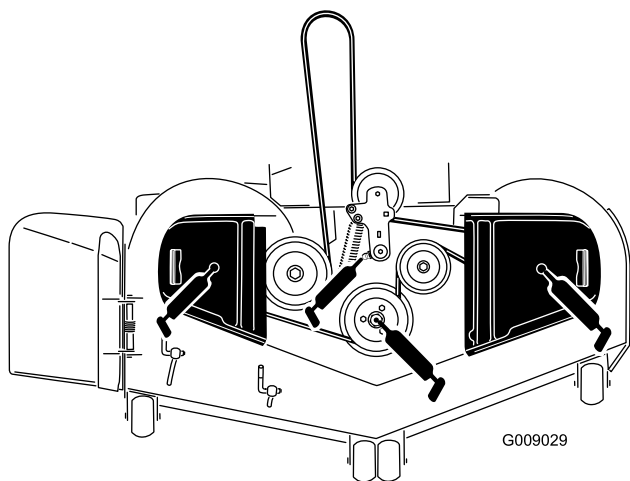

Figura 44
3. Engrase el pivote de la polea tensora de la carcasa del cortacésped hasta que salga grasa por el extremo inferior (Figura 44).
4. Engrase los cojinetes de los 3 ejes hasta que salga grasa de la junta inferior (Figura 44).